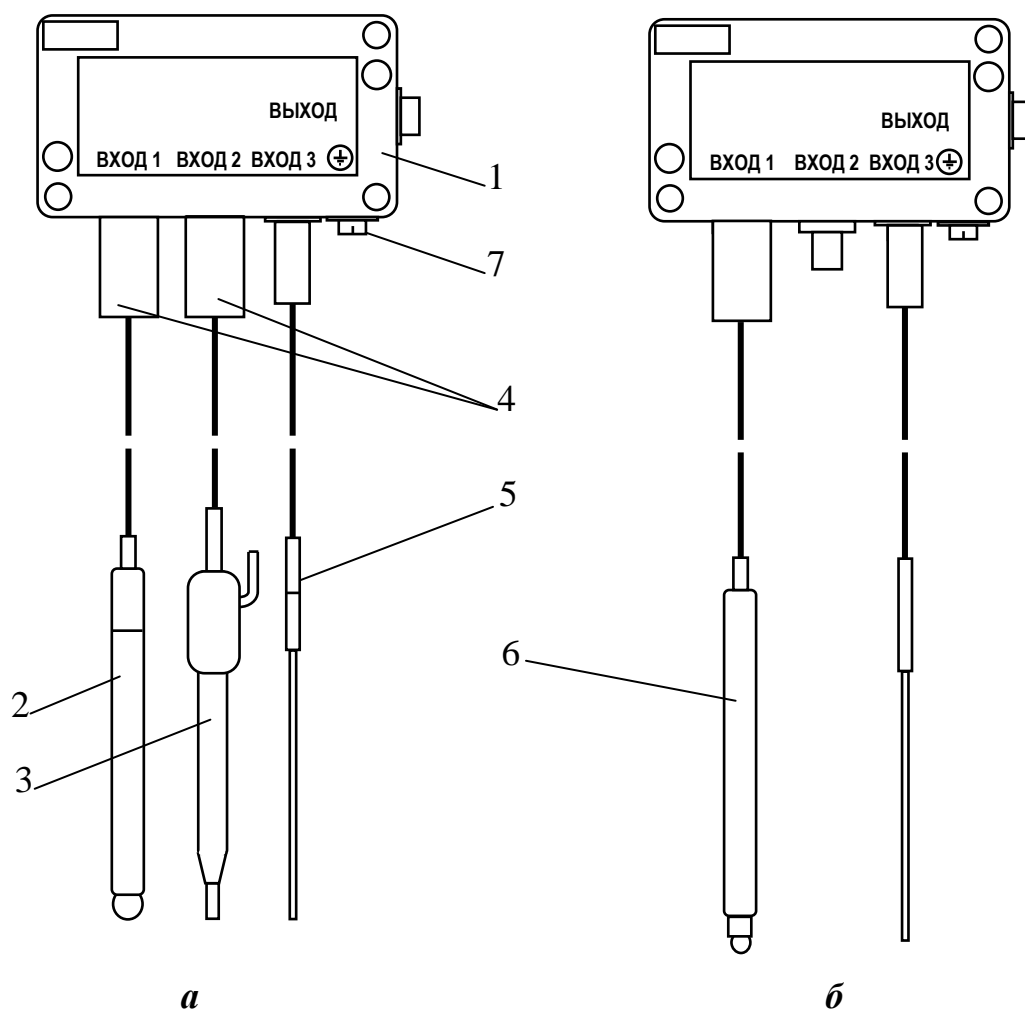

Рисунок 1.4 – Блок датчиков БД-902, БД-902А
1.5.3.2.1 Блок датчиков БД-902 (рисунок 1.4а) и блок датчиков БД-902А (рисунок 1.4б) включают в себя: